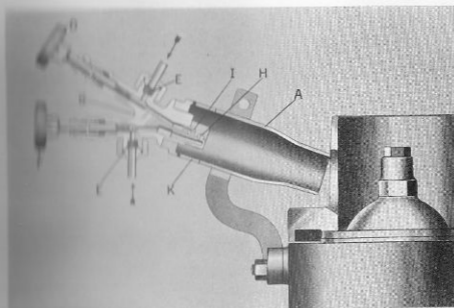

Fig. 60.
*Snabbrännarna* bestå av brännarröret A (fig. 60), vari ventilhuset G med sina två ventiler, D för luften och F för brännoljan, är ingångat. H och I äro munstycken för resp. brännoljan och luften, och K äro luftöppningar. E äro filterrullar.